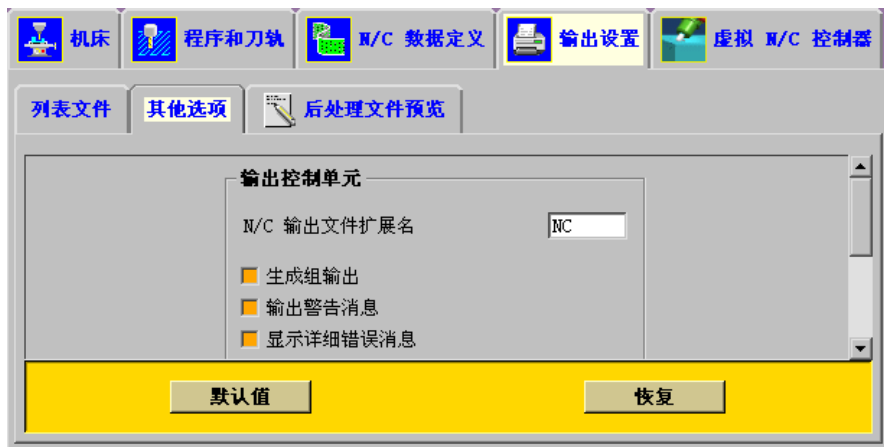

图 9.3.27 “输出设置”选项卡
Step1. 选择命令。在图 9.3.1 所示的“机床”选项卡中单击 **输出设置** 选项卡，进入输出设置界面，然后单击 **其他选项** 选项卡，如图 9.3.27 所示。
Step2. 设置文件扩展名。在图 9.3.27 中的 **N/C 输出文件扩展名** 文本框中输入“NC”。